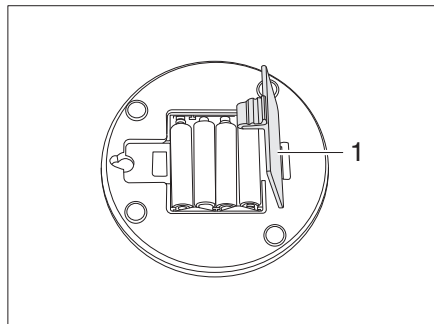

Fig. 302 Lampe dans le toit relevable
- Ouvrir le compartiment à piles (Fig. 302,1) et retirer les piles.
- Placer de nouvelles piles et refermer le compartiment à piles (Fig. 302,1).